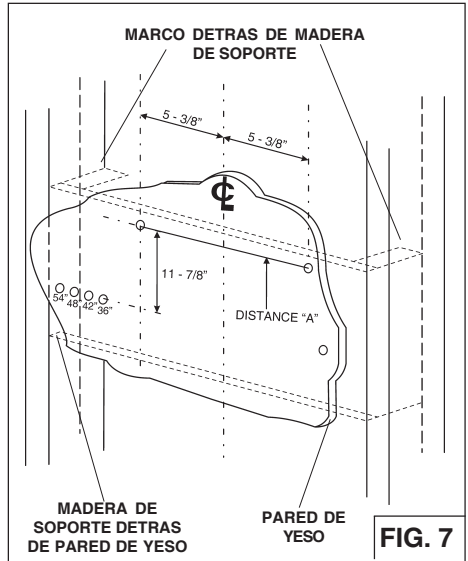

FIG. 7
1. Construya un marco de madera dentro de la pared que este al ras de los taquetes (Fig. 7). Asegurarse que: